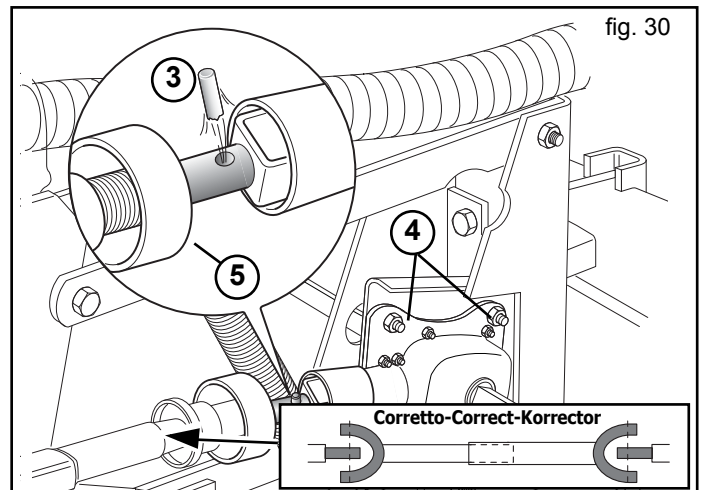

fig. 30
Cada caja está equipada con un pasador de seguridad (3, Fig. 30); cuando la rotación del disco de siembra fuerza o se bloquea, provoca la entrada de cuerpos extraños en las semillas (papel, cuerdas, etc.). Si fuera necesario, descargue las semillas del recipiente, controle y limpie el distribuidor, controle las púas del disco y sustituya el pasador de seguridad.
Cada árbol de transmisión está equipado con un limitador de par con avisador sonoro (5, Fig. 30) que, al romperse el pasador (3, Fig. 30), señala la irregularidad o la avería producida en el distribuidor. Si el avisador sonara, deténgase inmediatamente y solucione el problema, quite el pasador roto y sustitúyalo (use el arrancapasador suministrado de serie).
**ATENCIÓN!** No apriete hasta el fondo los tornillos que sujetan la caja (4, Fig. 30), se ha previsto que oscile.